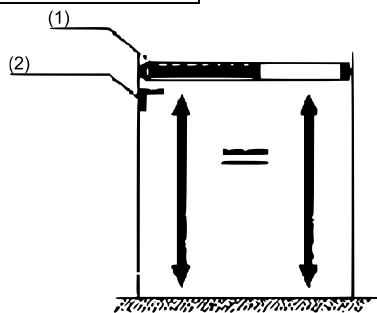

Fig. 7
- El motor y el eje estarán en posición horizontal y exactamente por encima de la abertura (puerta, portón o ventana) que se proveerá con la persiana (Fig. 7).